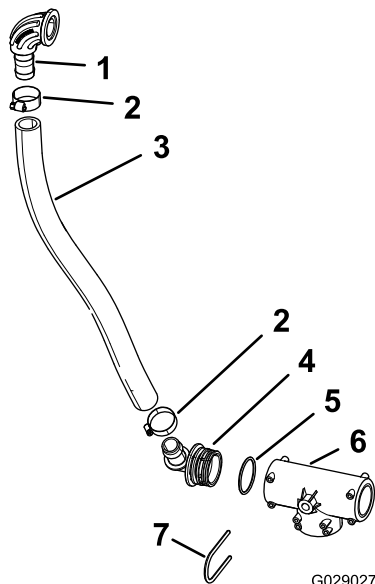

Figura 36
1. Inserai cotul cu flană îndepărtat la pasul 3 din Îndepărtarea furtunului de alimentare \(Pagină 19\) în furtunul de alimentare de 2,5 x 66 cm i fixai fittingul cu ajutorul clemei păstrate (Figura 36)
2. Inserai capătul inelat al unui fitting de 90° pentru butuc în celălalt capăt al furtunului de alimentare i fixai-l cu ajutorul unei cleme pentru furtun, conform indicațiilor din Figura 36.
3. Montai un inel de etanare în canelura corespunzătoare a fittingului de 90° pentru butuc (Figura 36)
4. Inserai butucul fittingului de 90° în unul dintre capetele fittingului în T superior (Figura 36) i fixai-l cu un opritor.